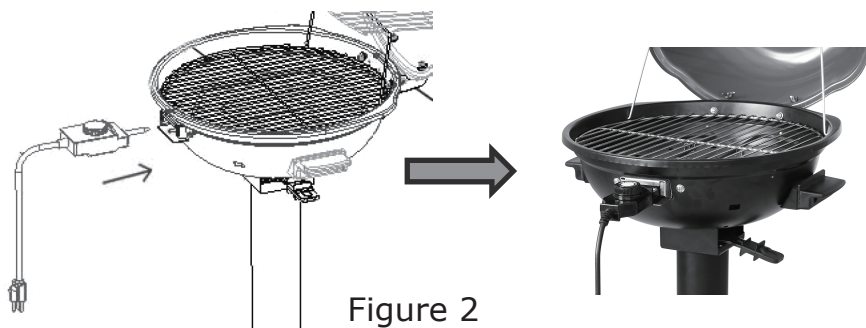

Figure 2
2. Branchez complètement le contrôleur de température dans le support de montage avant de l'élément chauffant. (Fig. 2,). Avec le cadran de température orienté vers le haut, la sonde du contrôleur (et les trous de connexion d'alimentation) doivent être insérés jusqu'à ce que la paroi avant du contrôleur soit bien ajustée contre le support de montage avant de l'élément chauffant.